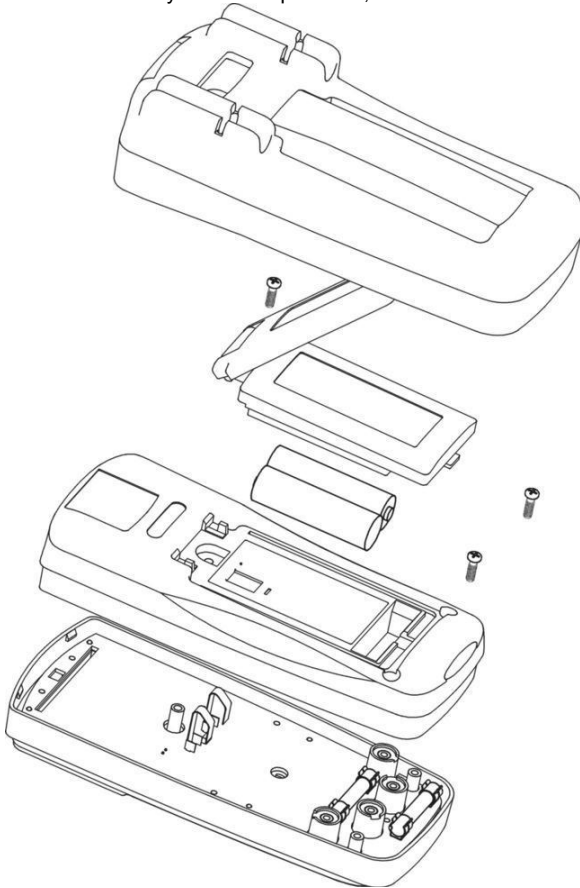

Рисунок 14
2) Замена батарей и предохранителей (см. Рисунок 14).